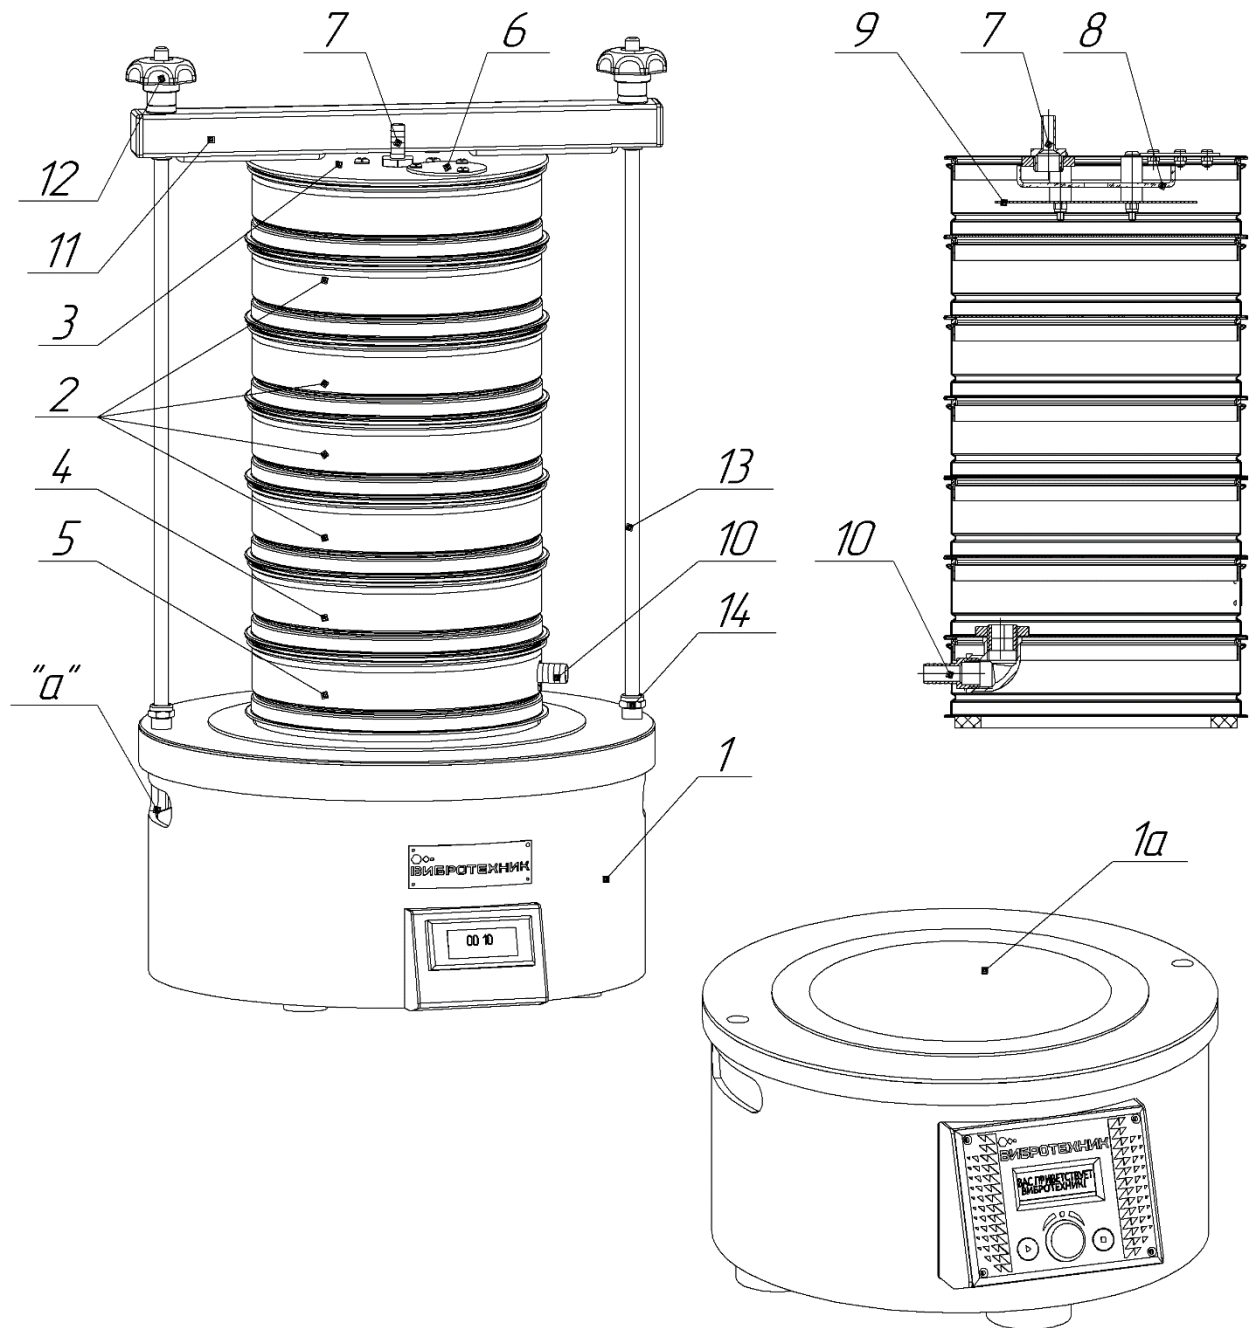

Рис. 1. Анализатор А 20 для мокрого отсева
Устройство крепления сит (Рис.1) состоит из траверсы 11, маховичков 12, двух шпилек 13, которые стопорятся от проворачивания контргайками 14.
- вверните шпильки 13 в резьбовые отверстия платформы на глубину 14-16 мм (Рис. 1);